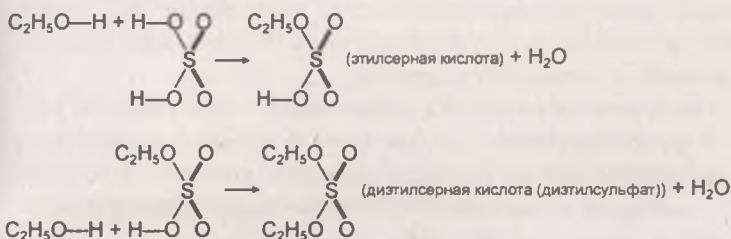

Рис. 137
2) с концентрированной серной кислотой (рис. 137).